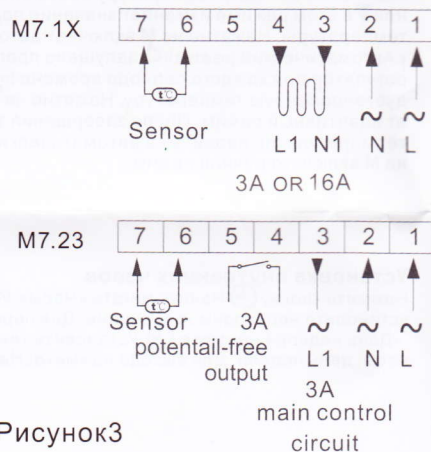

Рисунок 3
4. Подсоедините провода, соблюдая полярность (рис. 3): «L» - вход провода от электросети питания «ФАЗА», «N» - вход провода от электросети питания «НЕЙТРАЛЬ», «N1» и «L1» - выход к проводам нагревательной пленки. «SENSOR» - провода выносного термодатчика. Сечение провода не менее 1,5 мм² и не более 2,5 мм².